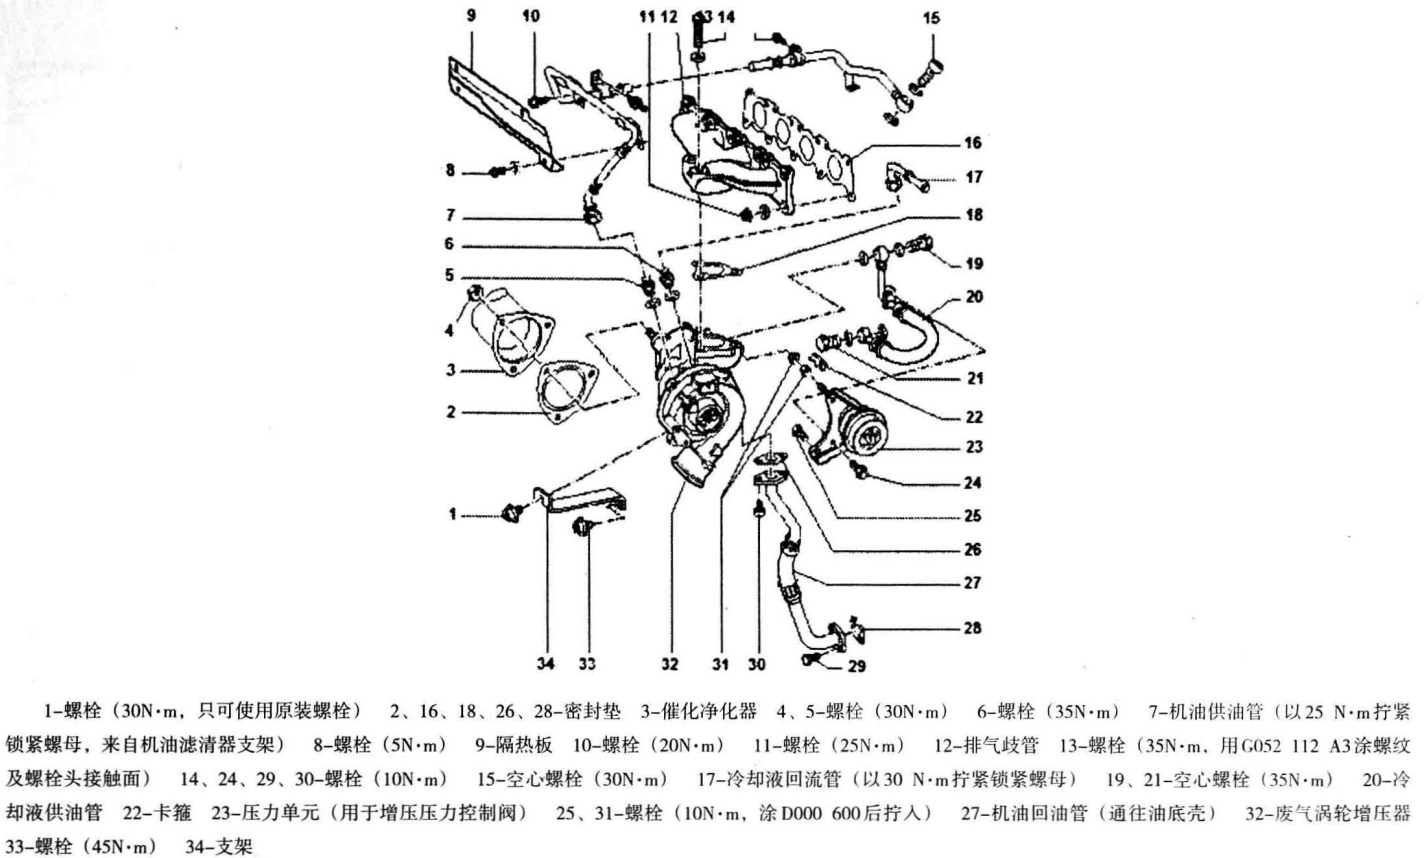

图 1-1-11 废气涡轮增压器拆装示意图（第一部分）
2. 废气涡轮增压器拆装示意图（第一部分）（图 1-1-11）